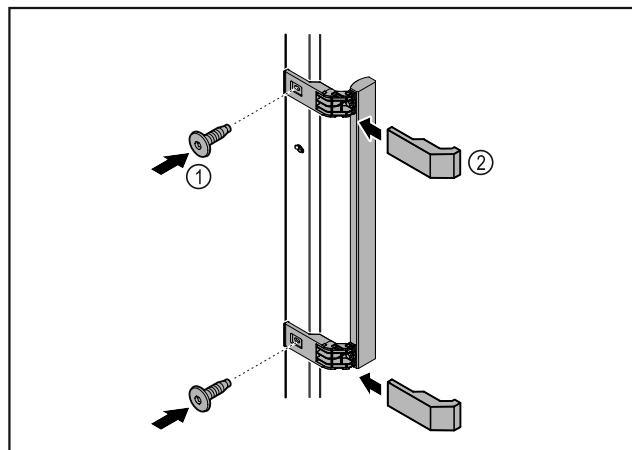

Fig. 6
- ▶ Upevnite držadlo z príslušenstva na dvere pomocou priložených skrutiek Fig. 6 (1).
- ▶ Nasadte kryt Fig. 6 (2).